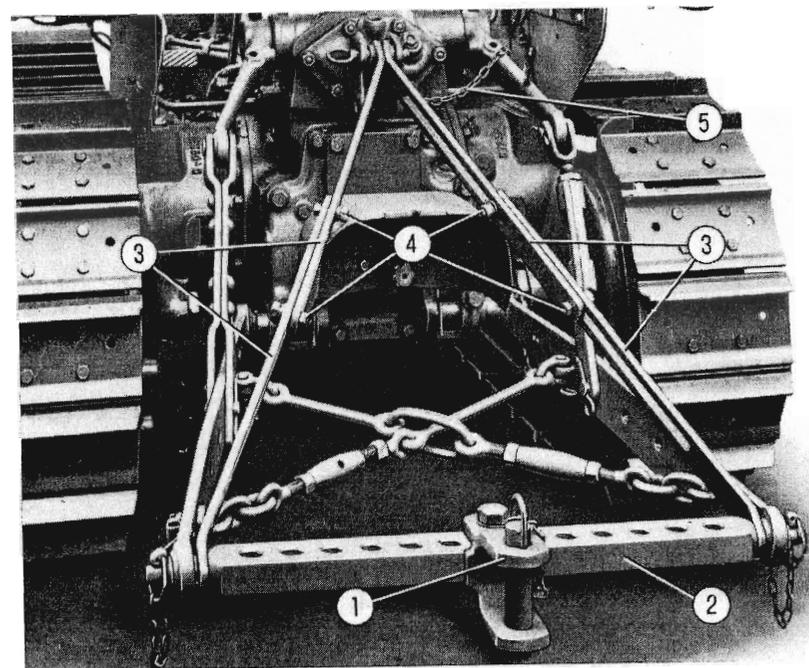

Fig. 22. - Dispositivo complementare di traino.
**AVVERTENZA** - Per nessun motivo trainare attrezzi agganciandoli al puntone o al porta attrezzi ma usare sempre il dispositivo di traino normale (vedi fig. 10) o complementare (vedi fig. 22).
Se il trattore è equipaggiato di sollevatore idraulico e di porta attrezzi, per poterlo impiegare in lavori di traino occorre montare il dispositivo illustrato nella fig. 22.